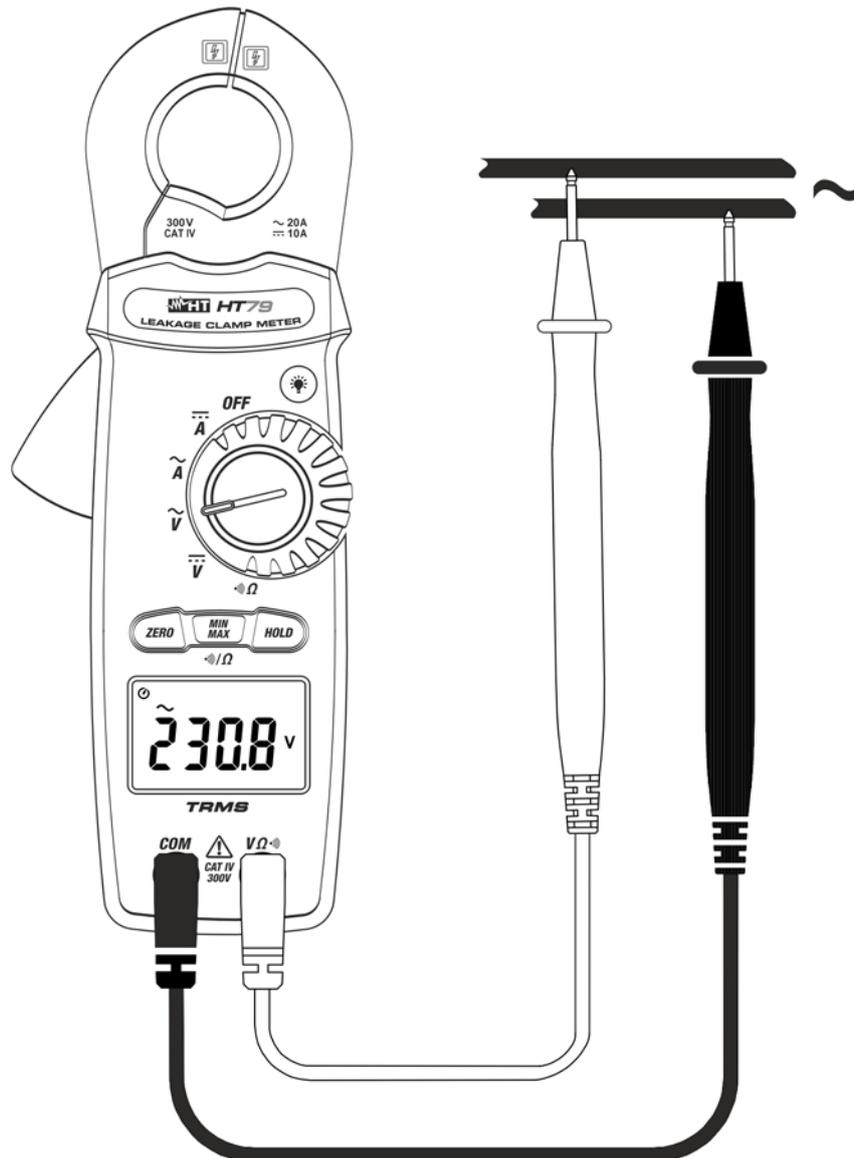

Abb. 5: Verwendung des Gerätes für Wechselspannungsmessung
3. Verbinden Sie die Messleitungen mit den gewünschten Messpunkten des zu messenden Kreises (siehe Fig. 5). Der Spannungswert erscheint auf dem Display.